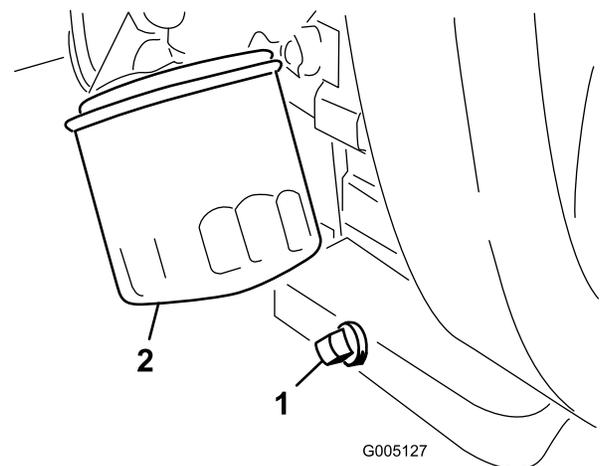

図 44
1. ドレンプラグ（図 44）を外してオイルを容器に受ける。オイルが抜けたらドレンプラグを取り付ける。
2. オイルフィルタ (図 44) を外す。新しいフィルタのガスケットに薄くエンジン・オイルを塗る。